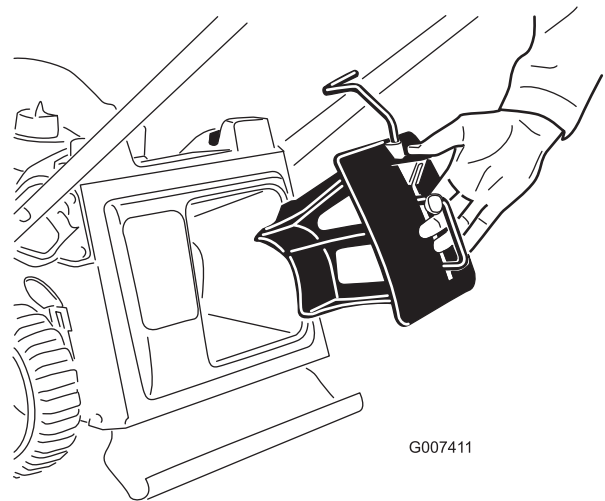

Figure 10
1. Si ce n'est déjà fait, insérez l'obturateur de mulching dans la machine (Figure 10).